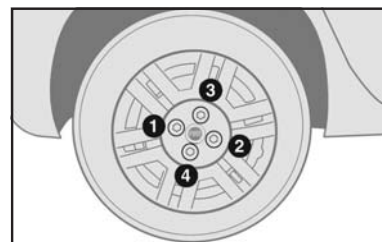

fig. 13
13) Após a retirada do macaco, reapertar os parafusos, passando alternadamente de um a outro diametralmente oposto, de acordo com a ordem ilustrada na **fig. 13**.